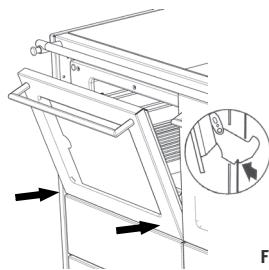

Fig. 68
- Saisir la porte du four des deux côtés et introduire les charnières dans les ouvertures du four, les charnières s'enclenchent (Fig. 68).